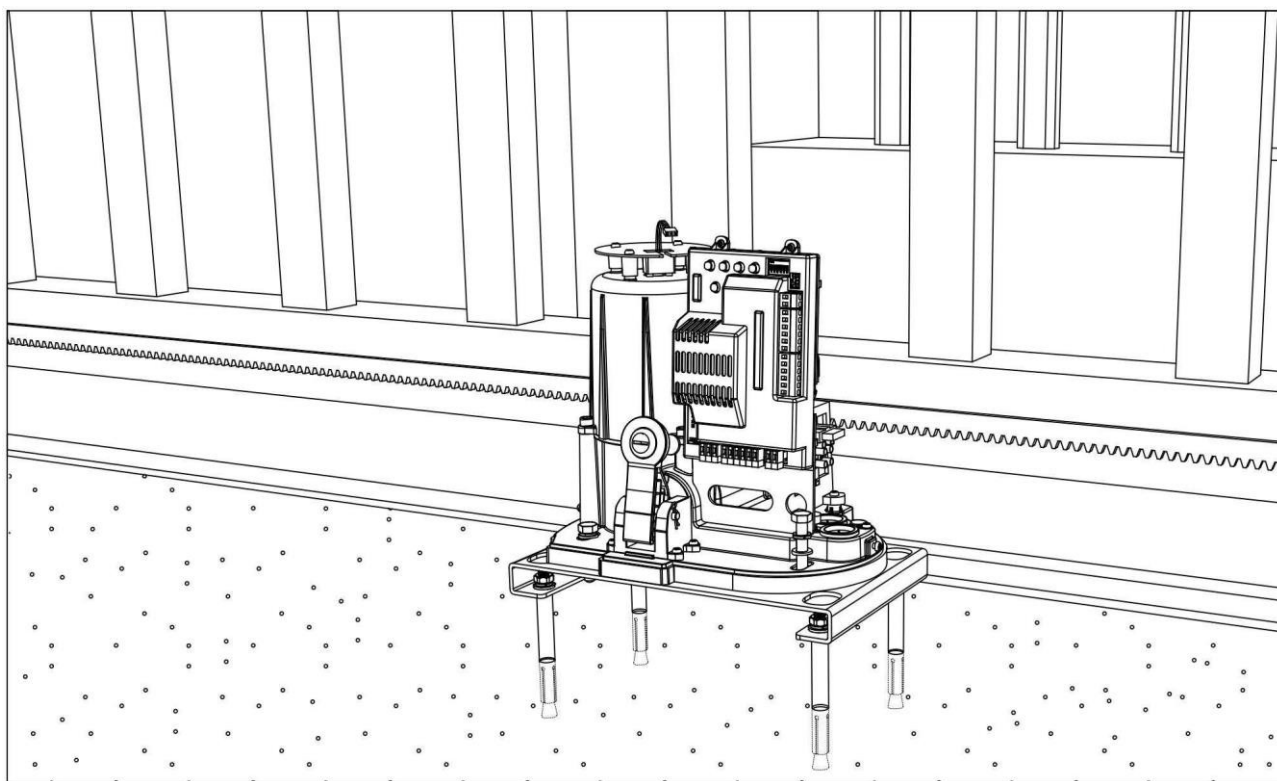

Figure 10
- Prépositionnez la machine conformément à la (Figure 10) pour vous assurer que les engrenages et les crémaillères de sortie de la machine sont alignés et que les engrenages et les crémaillères sont centrés autant que possible (voir Figure 11). Serrez les boulons d'expansion et les écrous de la plaque de montage (des vis de mise à la terre sont disponibles).